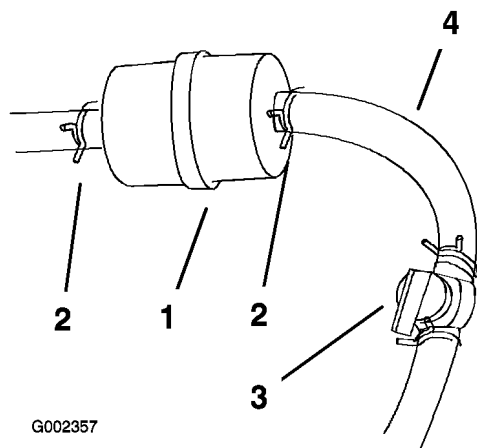

Figure 38
4. Fermez le robinet d'essence (Figure 38).
5. Pincez les extrémités des colliers et faites glisser ceux-ci pour les éloigner du filtre (Figure 38).
7. Posez un filtre neuf et rapprochez les colliers de fixation du filtre (Figure 38).
3. Fermez le robinet d'essence (Figure 38).
4. Desserrez le collier de serrage au niveau du filtre à carburant et éloignez-le du filtre en le poussant le long de la conduite d'alimentation (Figure 38).
5. Débranchez les conduites d'alimentation du filtre à carburant (Figure 38).
Remarque: Laissez l'essence s'écouler dans un bidon ou un bac de vidange (Figure 38).
7. Raccordez la conduite d'alimentation au filtre. Rapprochez le collier de serrage du filtre pour fixer la conduite d'alimentation (Figure 38).